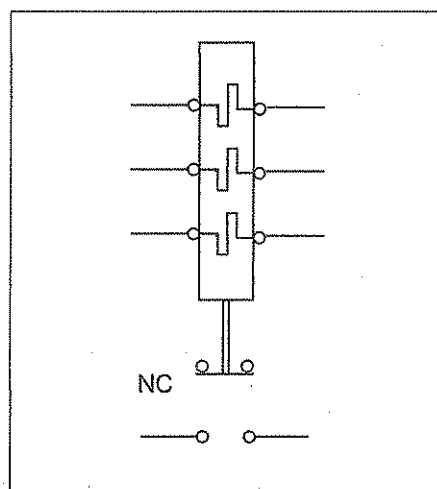

Fig. 4
5. El protector térmico, es un dispositivo que normalmente se adosa al contactor; actúa cuando circula por la línea principal una corriente normalmente alta, que no obstante no lo es tanto como para fundir los fusibles, pero que podría producir la destrucción del motor. Esta corriente excepcionalmente alta, actúa calentando una resistencia de una pequeña termocupla, que abre el circuito de la bobina del electroimán, interrumpiéndose la alimentación del motor. El protector térmico también llamado relevo térmico, tiene un dial para fijar la intensidad de corriente a la cual debe abrir el circuito. En la Fig. 4 tenemos el esquema de un relevo térmico conectado a un circuito cerrado mediante los contactos NC; éstos son los que se abren interrumpiendo el circuito de alimentación de la bobina del contactor. Eventualmente pueden cerrar los dos contactos de abajo NA, con los cuales se puede accionar una alarma. El protector térmico es un dispositivo caro, pero brinda una protección efectiva, complementaria a la de los interceptores.